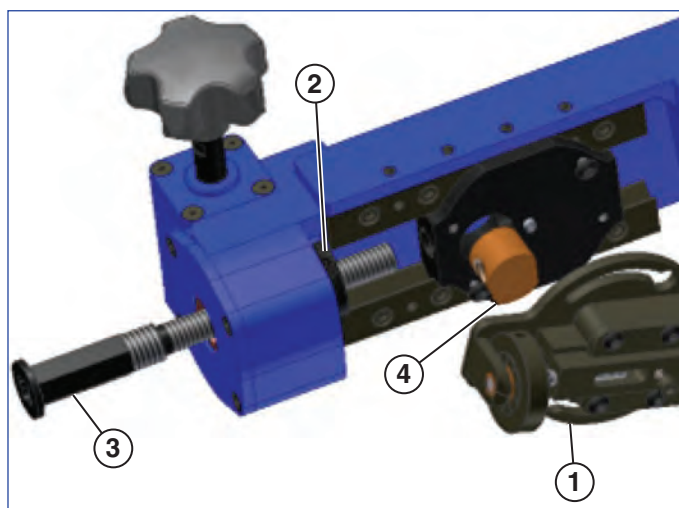

Figura 6
4. Se proporcionan dos tornillos de carga con la QuickFace. Si el acabado de superficie que necesita es de 125 a 250 micropulgadas (3,18 – 6,35 μm), utilice un tornillo de carga de 1/2 a 11 pulg. Si el acabado de superficie que necesita es de 60 a 100 micropulgadas (1,52 – 2,54 μm), utilice un tornillo de carga de 1/2 a 20 pulg. *Véase la Figura 6.*